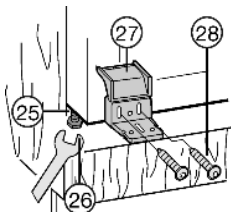

Fig. 21
- ▶ Posicionar o ângulo de plástico Fig. 21 (27) em profundidade, encostado aos rebordos dianteiros das paredes laterais do armário.
- ▶ Ter em atenção a medida de montagem: alinhar o ângulo de plástico Fig. 21 (27) em relação ao rebordo dianteiro da dobradiça.
- ▶ Posicionar o aparelho sobre os pés de regulação, utilizando a chave de bocas Fig. 21 (26) fornecida, de forma a ficar nivelado.